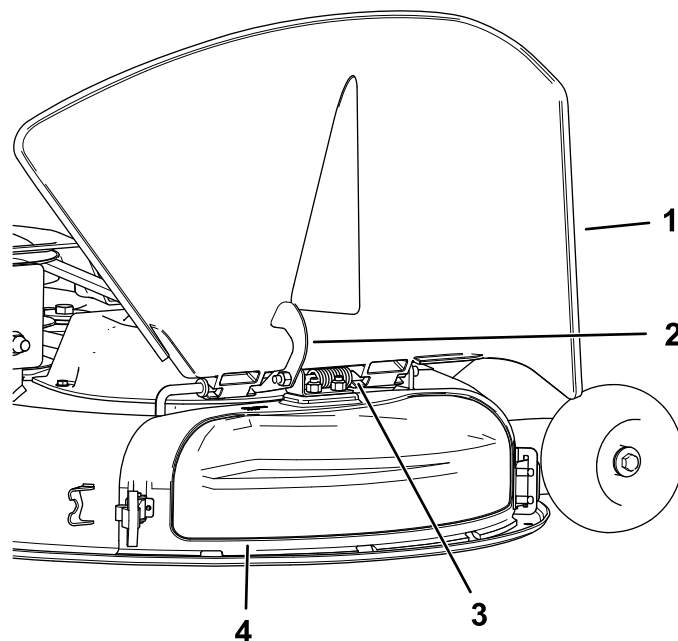

Рисунок 15
4. Отсоедините защелку в форме крюка в верхней части крышки выброса от оси поворота (Рисунок 15).
5. В верхней части крышки выброса зацепите защелку в форме крюка за ось поворота отражателя в сборе (Рисунок 15).